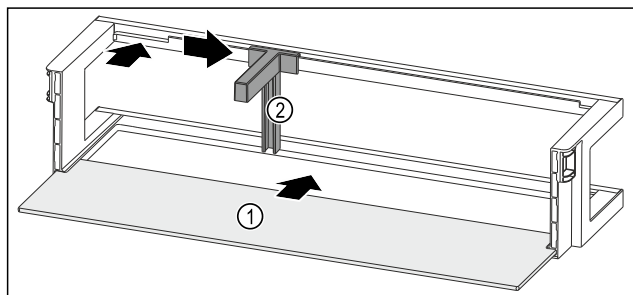

Fig. 227 Rafti i derës me raft mbajtës
- Futni raftin mbajtës Fig. 227 (1) në foletë anësore.
- Vendosni mbajtësen e shisheve Fig. 227 (2) te foleja.
- Shtyni anash mbajtësen e shisheve Fig. 227 (2) në pozicionin që dëshironi.